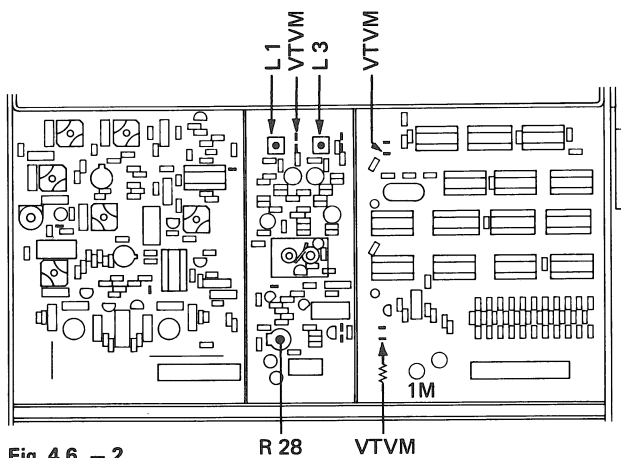

Fig. 4.6. - 2
4.6.2. Stationstaste 1 drücken (87.00 MHz). Mit Spulenkern L 2 eine Nachstimm-Spannung von $4 V \pm 0,2 V$ einstellen (Fig. 4.6. — 1). Während dem Abgleichvorgang muss ein prov. Abschirmblech (Eisen) über dem Oszillator-Kreis angebracht werden.
4.6.2. Press station selector button 1 (87.00 MHz). Adjust slug of L 2 to obtain a tuning voltage of $4 V \pm 0.2 V$ (figure 4.6. — 1). When carrying out this alignment, some improvised screening (sheet metal) must be installed on top of the oscillator circuit.
4.6.2. Enclencher la touche 1 du sélecteur de station (87.00 MHz). Ajuster à $4V \pm 0,2 V$ la tension d'accord, à l'aide du noyau de bobine L 2 (fig. 4.6. — 1). Pendant le réglage, il est nécessaire de recouvrir provisoirement le circuit oscillateur d'une tôle de blindage.
4.6.5. VTVM mit 1 MOhm Vorwiderstand an weisse Litze (gegen Netzkabelkanal) auf dem Synthesizer anschliessen (Fig. 4.6. - 2). Messbereich 3 VDC. Mit dem Einstellregler R 28 auf dem Oszillator (Fig. 4.6. - 2) eine Spannung von $1.25\text{ V} \pm 0.1\text{ V}$ einstellen (bei 97.00 MHz).
4.6.8. VTVM mit HF-Tastkopf an weisse Litze (gegen Rückwand) auf dem Synthesizer anschliessen (Fig. 4.6. - 2). Messbereich 1 VDC. Die HF-Spannungen müssen bei den 3 folgenden Frequenzen im Bereich $0.3 \dots 0.4\text{ V}$ liegen. Allenfalls kann mit dem Übertrager L 3 (Fig. 4.6. - 2) die Symmetrie nachgeregelt werden.
4.6.9. VTVM mit HF-Tastkopf am Koaxialkabel zum Mischer (auf Oszillatorprint) anschliessen (Fig. 4.6. - 2). Die HF-Spannungen müssen bei den 3 bereits in Kap. 4.6.8. erwähnten Frequenzen innerhalb $0.2 \dots 0.3\text{ V}$ liegen. Mit dem Übertrager L 1 (Fig. 4.6. - 2) kann die Symmetrie nachgeregelt werden.
4.6.5. Connect VTVM via 1 Mohm series resistor to the white wire (near the mains cable channel) on the synthesizer as shown in figure 4.6. - 3. Select meter range 3 V DC. Adjust trimpot R 28 on the oscillator board (figure 4.6. - 2) to obtain a VTVM reading of $1.25\text{ V} \pm 0.1\text{ V}$ (at 97.00 MHz).
4.6.8. Connect VTVM with RF-pröbe to the white wire (near the rear panel) on the synthesizer as shown in figure 4.6. - 2. Select meter range 1 V DC. At the following three tuned-in frequencies the measured RF-voltages must fall within the range from $0.3 \dots 0.4\text{ V}$. If necessary, the symmetry may be re-adjusted with L 3 (figure 4.6. - 2).